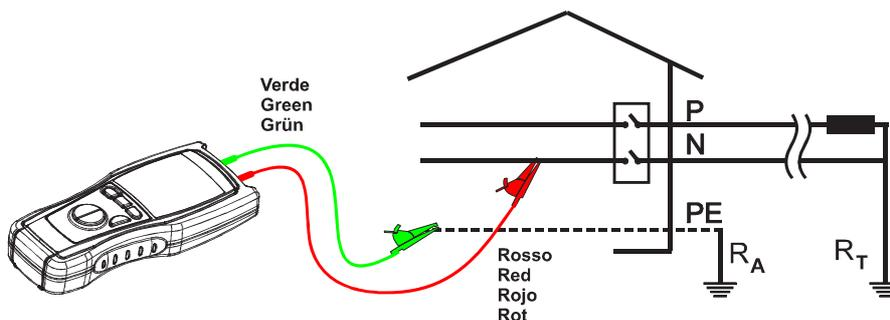

Fig. 5: Anschluss Modus EARTH-2W (ERDE 2-Leiter)
- 7 Schließen Sie die Messleitungen wie in Abb.5 gezeigt an.